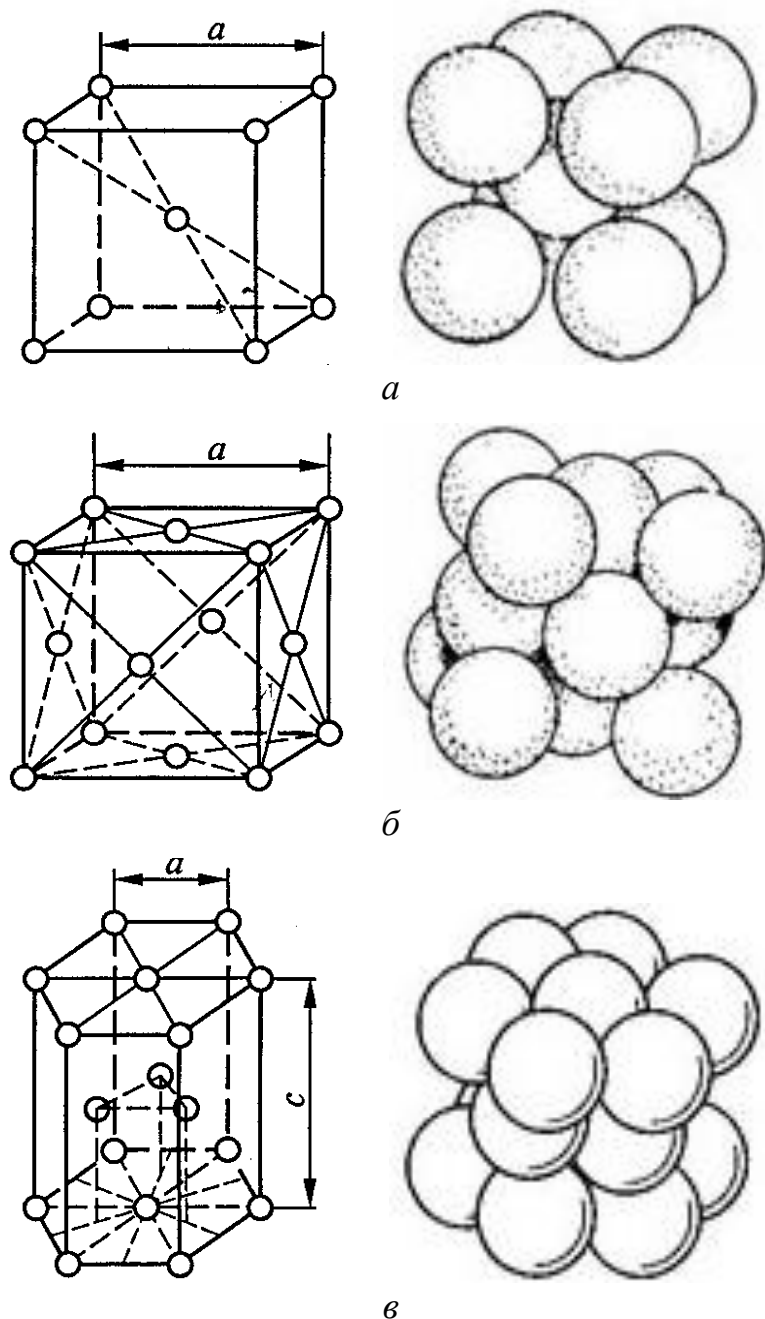

Рис. 4.3. Три типа элементарных ячеек кристаллических решеток:
**4.15.** Прочитайте описание рис. 4.3. Опишите рис. 4.3. используя глаголы *состоять*, *называться*, *располагаться*, *находиться*, *подразделяться*.
В большинстве случаев у реальных металлов решетки более сложные, так как элементарные частицы могут находиться не только в узлах, но и на их гранях и в центре решетки. На рис. 4.3 показаны три типа элементарных ячеек кристаллических решеток, наиболее характерных для металлов: кубическая объемно-центрированная (ОЦК), в которой атомы расположены по вершинам элементарной ячейки и один в ее центре (W, Mo, V, Nb, Cr, K, Na и др., рис. 4.3, а); кубическая гранецентрированная (ГЦК), в которой атомы расположены по вершинам элементарной ячейки и в центрах ее граней (Cu, Ni, Fe-γ, Ag, Al, Pt, Ca и др., рис. 4.3, б); гексагональная плотноупакованная (ГПУ), представляющая собой шестигранную призму, в которой атомы расположены в три слоя.